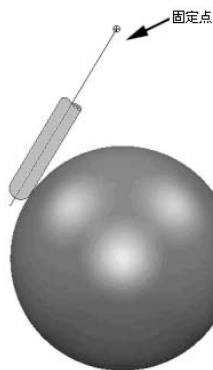

图 2-173 自点
(4) 自点 自点是指刀具刀尖总是远离固定点, 即连续动作刀具刀尖, 而与铣床相连的刀具头部保持相对静止, 如图 2-173 所示。适合于加工型腔等凹型面, 特别是带有型腔、负角面的凹模零件加工。自点也是配合点投影精加工策略使用。